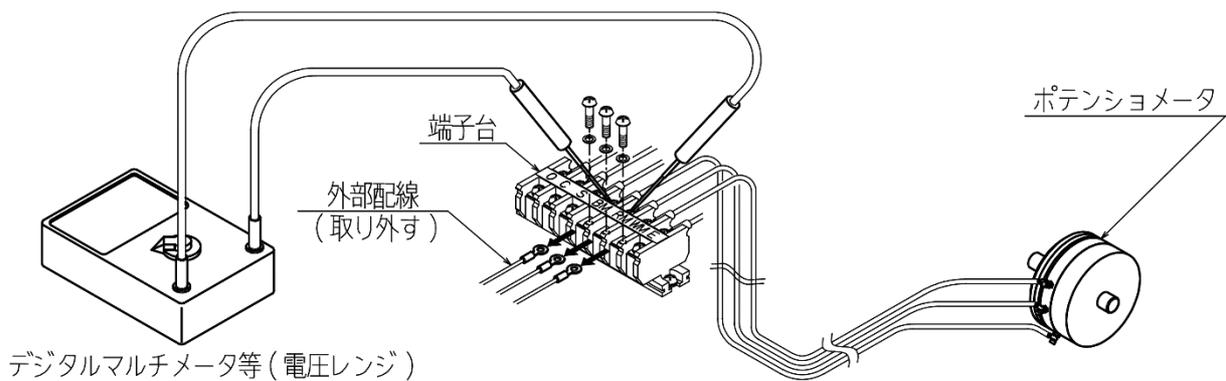

図7：ポテンシオメータの点検
### (1) ポテンシオメータの点検方法（図7参照）
- ①コントロールモータを電動動作で全閉位置とし電源を遮断します。
- ②端子箱カバーを外し、端子BM, RM, WMに接続されている外部配線を解線します。
- ③ポテンシオメータのWM端子に（-）、BM端子に（+）とし、DC 5Vを印加してください。
- ④RM端子に（+）、WM端子に（-）をデジタルマルチメータ等（電圧レンジ）にてあて、電動又は手動操作にてコントロールモータを閉→開、開→閉に繰り返し動作させます。
- ⑤動作中にデジタルマルチメータ等の数値がスムーズに上昇（下降）するか確認します。この時、数値が急激に変化したり、動作量に対し数値が比例して変化しない場合はポテンシオメータの異常が考えられます。
- ⑥異常が認められなかった場合は、外部配線を復線し、端子箱カバーを取付けてください。